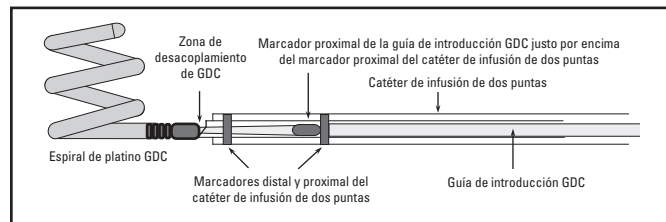

Figura 4. Alineación óptima de los marcadores radiopacos
- Siga avanzando la espiral desmontable GDC 360° hasta que el marcador proximal radiopaco de la guía de introducción se encuentre en una posición exactamente distal respecto al marcador proximal del catéter de infusión de dos puntas (consulte, a continuación, la Figura 4). Apriete el arto tórico en la VHG para evitar el desplazamiento de la guía de introducción y siga con el acoplamiento de acuerdo con las instrucciones siguientes.
- f. Vuelva a confirmar mediante radioscopia que el marcador proximal de la guía de introducción se encuentre en un punto exactamente distal con respecto al marcador del catéter de infusión de dos puntas (de acuerdo con la Figura 4). (Es posible que la posición varíe durante la conexión de los cables de conexión de la espiral desmontable.)